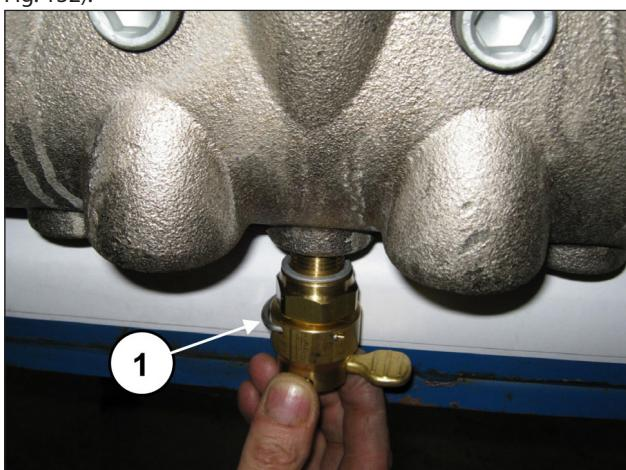
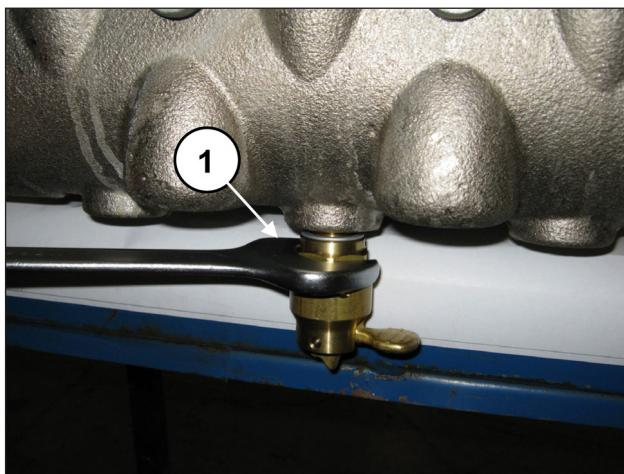

Fig. 131
Fig. 132
Aplique os dispositivos de abertura da válvula (pos. ①, Fig. 131) e solte-os mediante a chave de 30 mm (pos. ①, Fig. 132).